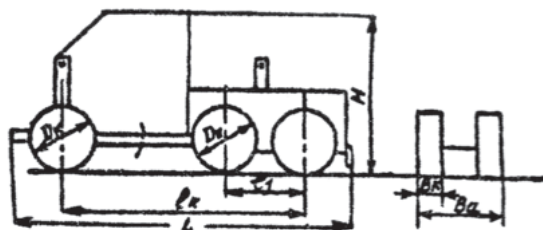

Рис. 1. Схема модели колесной машины
3. Произвести измерения и заполнить табл. 2 параметров моделей колесной и гусеничной машины. Схемы моделей представлены на рис. 1 и 2.